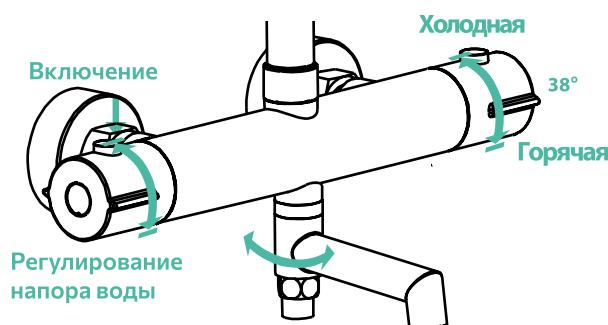

Рис. 3
2. Левая ручка смесителя используется для включения / выключения смесителя и регулировки напора воды (рис. 3).